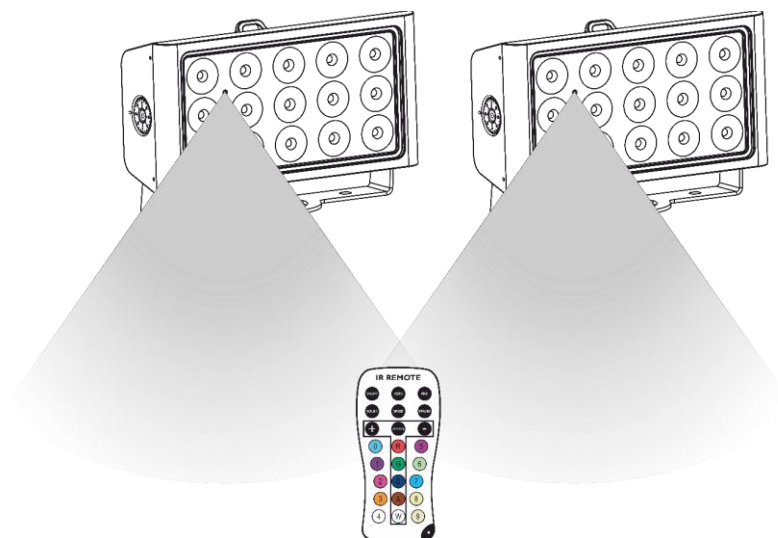
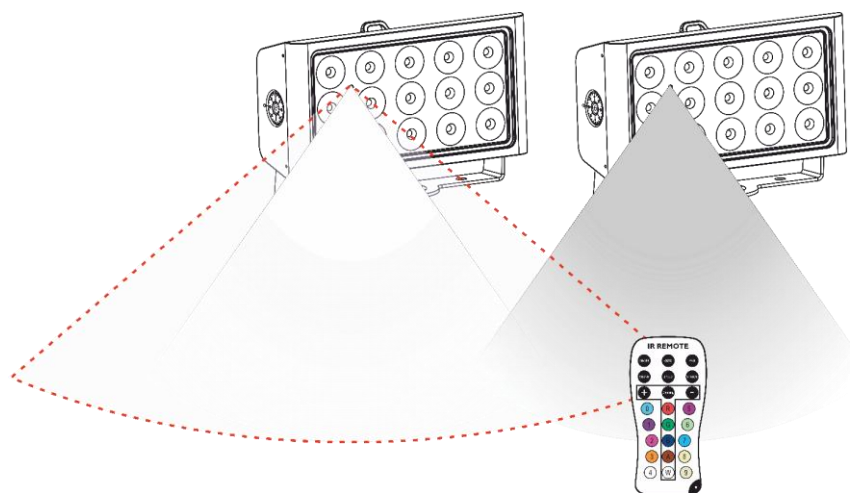

Fig. 11
Fig. 12
Con il telecomando è possibile controllare più dispositivi contemporaneamente. Assicurarsi di puntare il telecomando verso il **sensore a infrarossi (01)** del dispositivo o del gruppo di dispositivo che si desidera controllare, come illustrato nella Fig. 11. Se si punta il telecomando verso il **sensore a infrarossi (01)** del dispositivo al di fuori della portata del sensore, il dispositivo non risponderà al telecomando (Fig. 12).